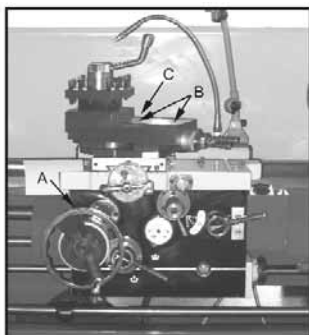

Fig. 7
5. **Släde:** Smörj oljekulan (A, fig. 7) på rattskafvet varje dag med Mobil DTE® Oil Heavy Medium.
6. **Support:** Smörj de fyra oljekulorna (B, fig. 7) på ovansidan av supporten varje dag med Mobil DTE® Oil Heavy Medium.
7. **Tvårslid:** Smörj oljekulan (C, fig. 7) varje dag med Mobil DTE® Oil Heavy Medium.